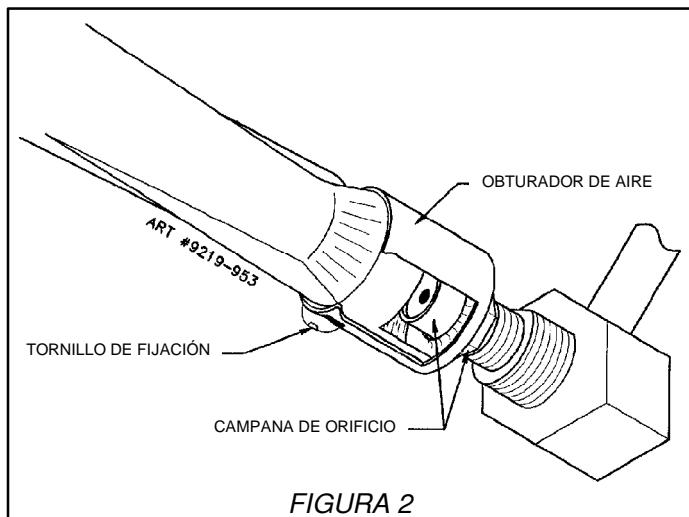

FIGURA 2
1. Llama amarilla en el quemador —abra el obturador de aire lo más posible hasta donde no cause que la llama se levante o se apague cuando esté frío. (Vea la figura 2.)
2. Llama azul bien definida pero se levanta - cierre el obturador de aire del quemador hasta el punto en donde no cause que se levante o apague la llama cuando el quemador esté frío. (Vea la figura 2.)